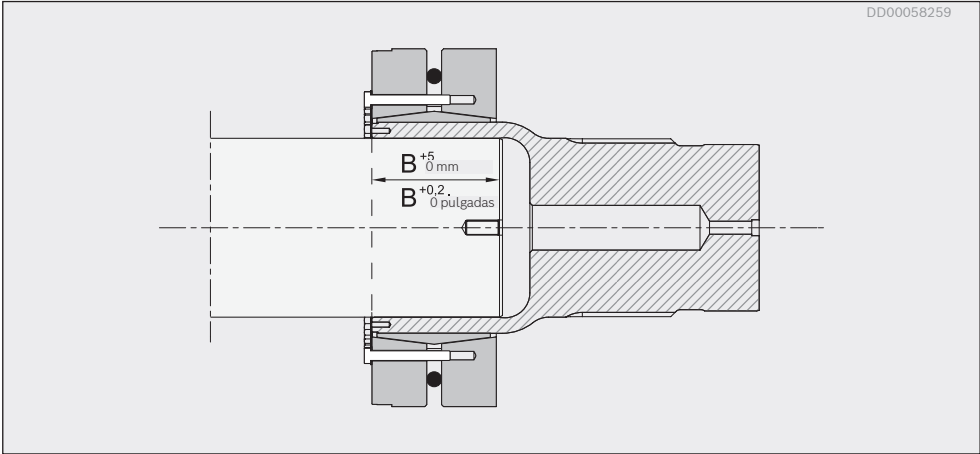
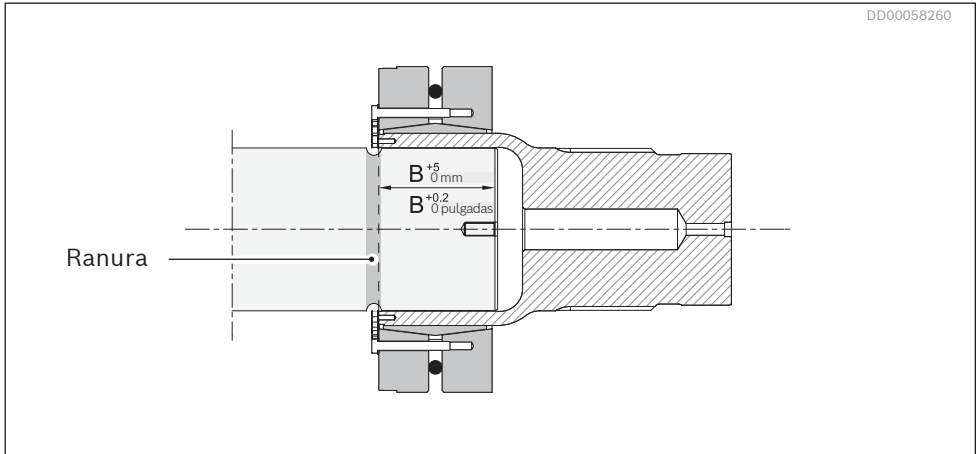

Fig. 36: Eje accionado sin ranura de alivio de tensión
Fig. 37: Eje accionado con ranura de alivio de tensión
4. Tire del adaptador de acoplamiento del eje girando la tuerca en la herramienta de montaje hacia la longitud de sujeción indicada (longitud B, ver *Fig. 36* y *Fig. 37* y *Tabla 14*).
Asegúrese de que se utiliza toda la longitud de sujeción, por ejemplo midiendo y marcando el eje accionado. Esto es de especial importancia cuando el eje accionado tiene una ranura de alivio de tensión. Ver Fig. 36, Fig. 37 y Tabla 14.
5. Tire del motor hacia el eje girando la tuerca de la herramienta de instalación hasta que se logre la longitud indicada en la Tabla 14; ver Fig. 36 y Fig. 37.
8. Quite el tapón G 1" (2).
9. Vuelva a colocar la cubierta final (1) y apriete los tornillos junto con las arandelas.